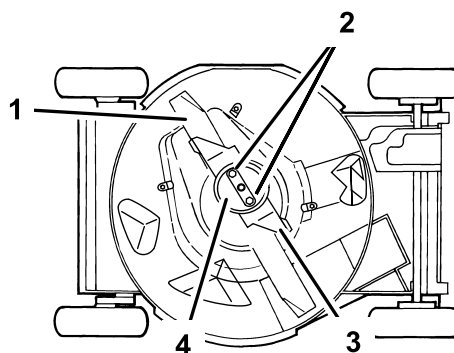

Figura 35
4. Vuelque el cortacésped hacia su lado **derecho** (Figura 35).
Sujete el extremo de la cuchilla usando un paño o un guante grueso. Retire las tuercas de la cuchilla, el protector de césped, el acelerador y la cuchilla (Figura 35).
5. Retire las 2 tuercas de la cuchilla, el protector de césped, el acelerador y la cuchilla (Figura 35).